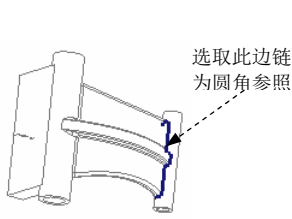

图 5.38.114 定义倒圆角参照
Step16. 创建倒圆角特征 4。单击 **模型** 功能选项卡 **工程** 区域中的  按钮，选取图 5.38.114 所示的边线为倒圆角的边线；在倒圆角半径文本框中输入值 0.2。